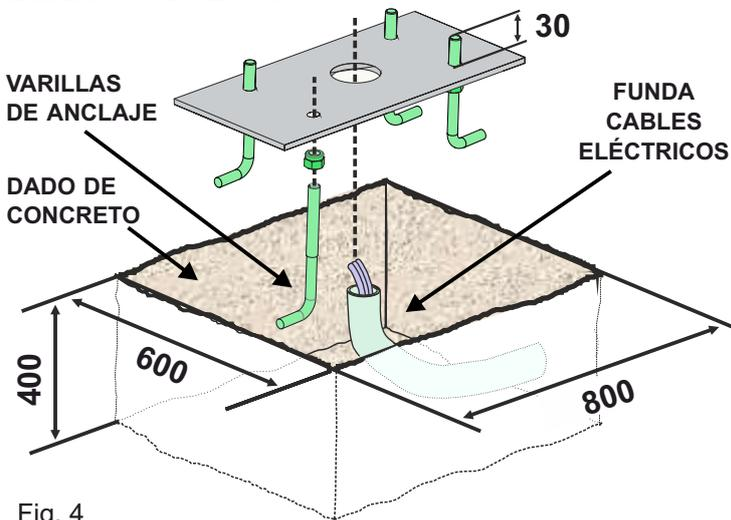

Fig. 4
2.1. Preparar una excavación de acuerdo con las dimensiones que se muestran en la Fig. 4, para el anclaje químico de las varillas de anclaje; La placa de base debe ser fijada sobre las varillas de anclaje y cementada
COMO EN FIG. 4